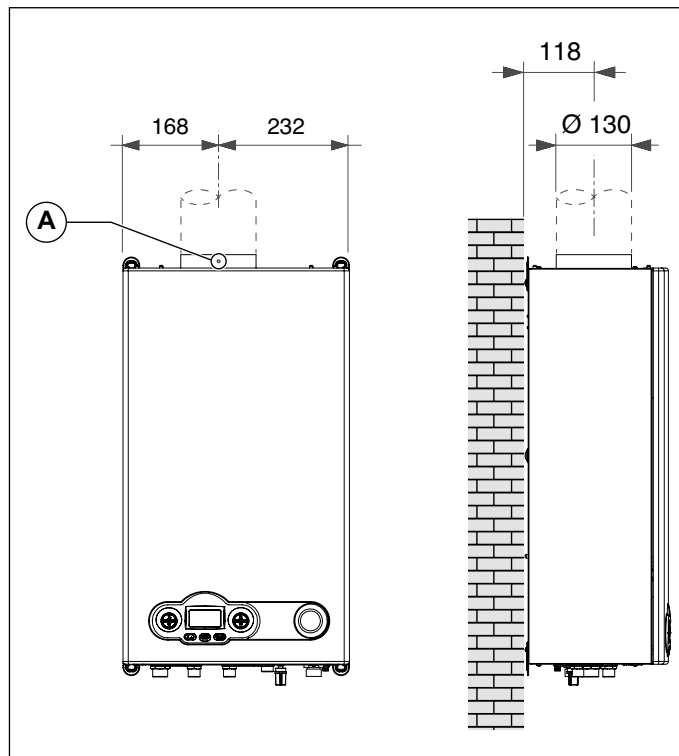

Fig. 7 Alturas dimensionais para a ligação à conduta de descarga dos fumos dos modelos de câmara de combustão aberta
- o tubo de junção deve ser fixado no exaustor da caldeira com um parafuso, utilizando o furo predisposto **A** (veja Fig. 7 Alturas dimensionais para a ligação à conduta de descarga dos fumos dos modelos de câmara de combustão aberta).